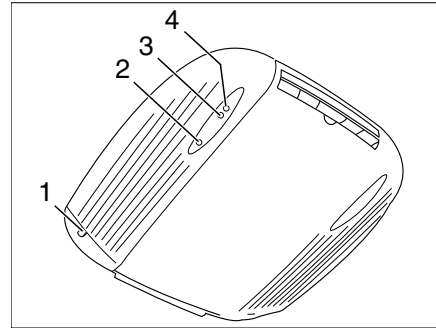
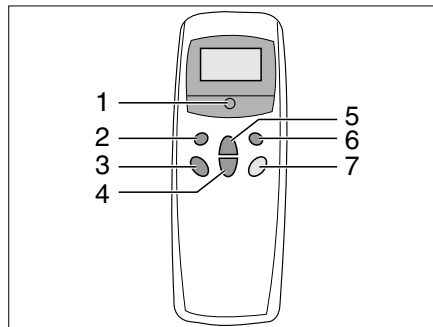

Bild 117 Innenansicht
Bild 118 Fernbedienung
Die Klimaanlage ist auf dem Dach des Fahrzeugs angebracht. Die Fernbedienung (Bild 118) für die Klimaanlage befindet sich im Küchenbereich.
- Fahrzeug an die 230-V-Versorgung anschließen. Die Klimaanlage ist betriebsbereit. Die rote LED (Bild 117,2) leuchtet.
- Am Schalter (Bild 118,5) die Fernbedienung einschalten.
- Die gewünschte Betriebsart mit der Taste (Bild 118,1) einstellen. Die grüne Kontroll-Leuchte (Bild 117,3) zeigt den Kühlbetrieb, die rote Kontroll-Leuchte (Bild 117,4) den Heizbetrieb an.
- Bei Bedarf mit den Tasten (Bild 118,3 und 4) die gewünschte Gebläseleistung und Raumtemperatur einstellen.
- Zum Ausschalten die Taste (Bild 118,5) auf der Fernbedienung erneut drücken.